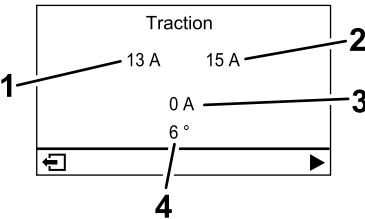

Figure 19
- **Écran du moteur de traction** (Figure 19) : indique l'angle de braquage actuel et l'intensité attribuée à chaque moteur de traction.